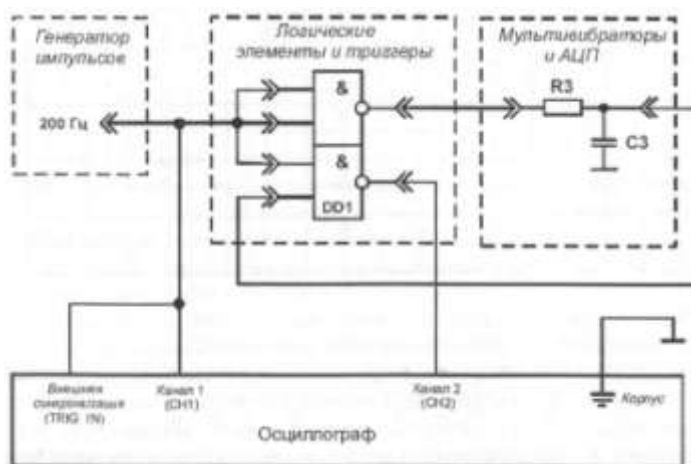

Рисунок 14 - Схема для исследования генератора коротких импульсов.
4. Разобрать схему, исследованную в предыдущем опыте. Экспериментально исследовать схему генератора коротких импульсов, на логических элементах. Для этого собрать схему (рис. 14), подключив выход генератора 200Гц к двум входам первого элемента И-НЕ и к одному входу второго элемента И-НЕ. Затем подключить выход первого элемента И-НЕ к цепочке